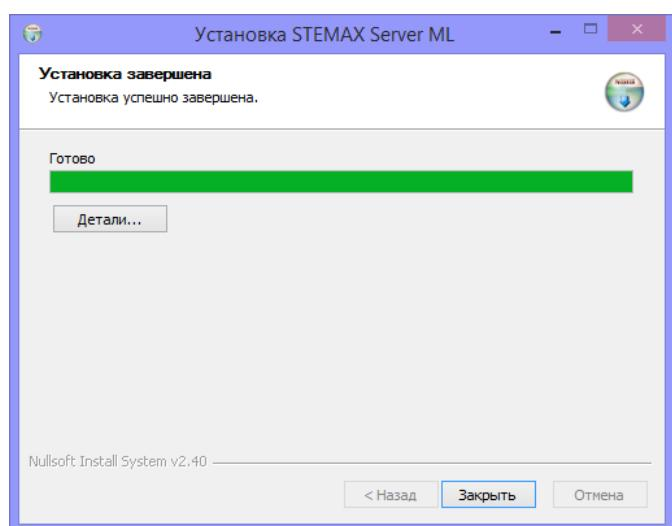

Рисунок 2.3 – Завершение установки
4. По завершении установки нажмите кнопку **Закрыть** (см. рисунок 2.3).